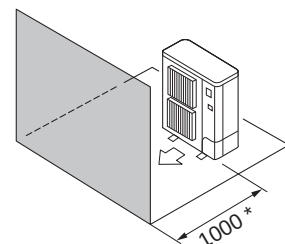

Fig. 2-5
- ④ Перешкоди лише спереду (Fig. 2-5)